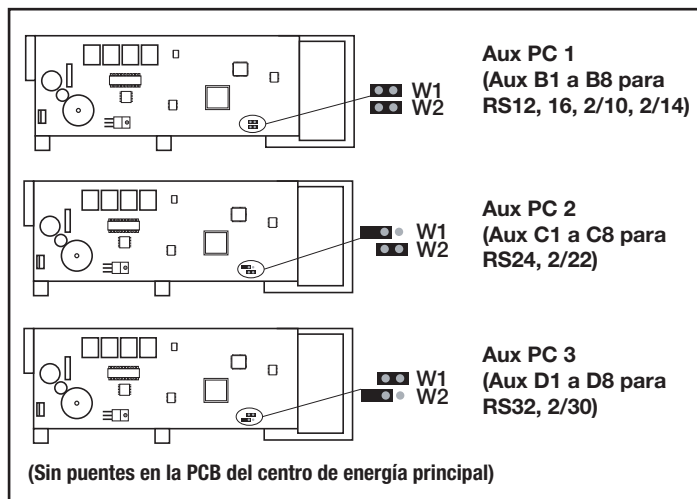

Figura 23. Configuración de los puentes para múltiples centros de energía auxiliar
- Nunca ponga más de dos (2) cables en cada pin de la barra de bornes roja de 4 pines (utilice una placa multiplexora Jandy®).
- Si se instala más de un centro de energía auxiliar, establezca los puentes como se indica en la Figura 23.